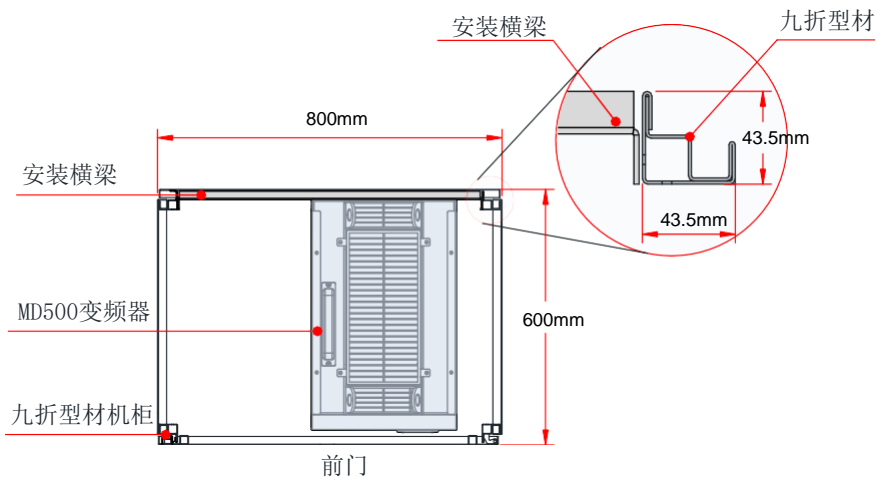

图 3-15 GT600-4T250G(-L)~GT600-4T450G(-L) 机柜俯视示意图
1	在九折型材机内安装好变频器固定用的安装横梁 (如图 3-15)。
- 1、建议机柜柜体采用九折型材机柜（PS 机柜），九折型材截面如放大图如图 3-15 所示；